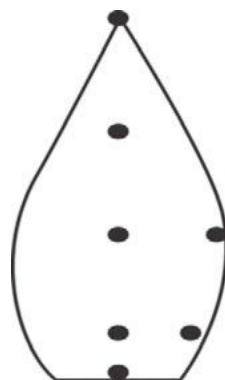

Рис. 8. Точки измерения температуры пламени
- Зажгите спиртовку. Когда показания стабилизируются, запишите значение температуры на схеме пламени (рис. 8).